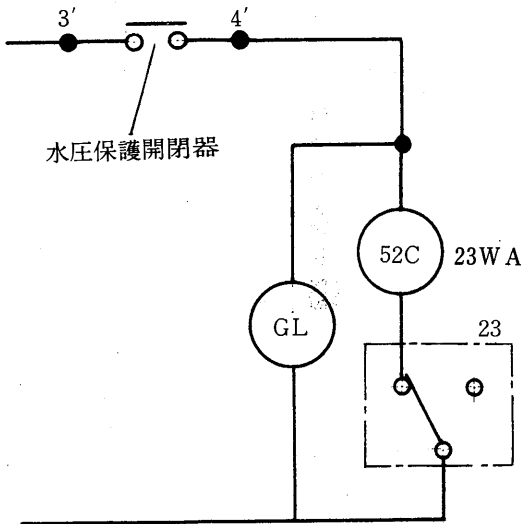

図1
- ① 水圧保護開閉器を使用した圧縮機制御回路に入れる。(図1参照)